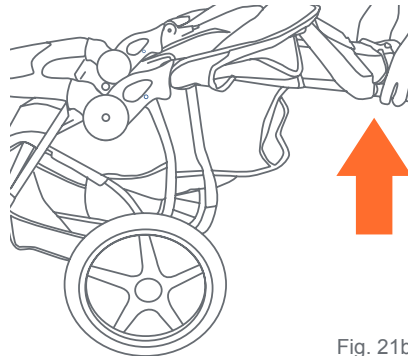

Fig. 21b
- Levante el manubrio del carrito con ambas manos hasta que el armazón del carrito esté erguido y trabado en la posición abierta (Fig. 21b). El carrito tiene pestillos accionados por resorte a ambos lados del armazón. Pruebe que ambos pestillos estén completamente sujetos antes de colocar a su hijo en el carrito.